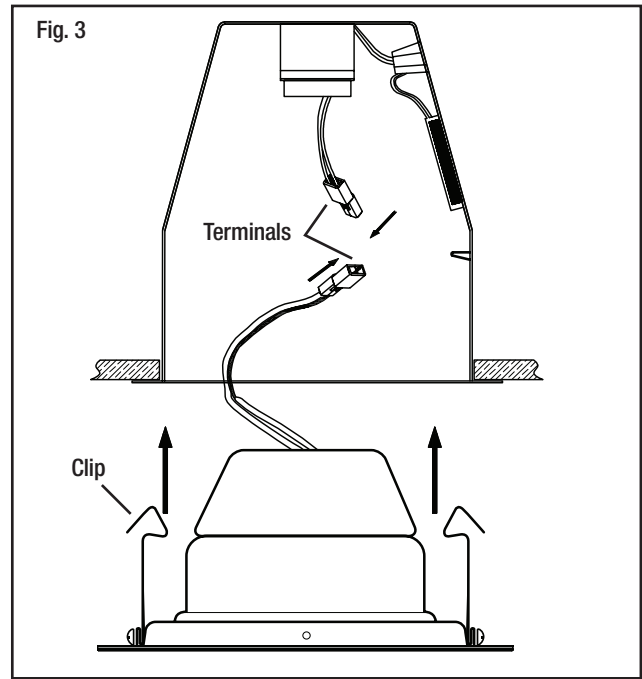

Fig. 3
- Connect the two terminals together. (See Fig. 3)
- Conecte los dos terminales juntos. (Fig. 3).